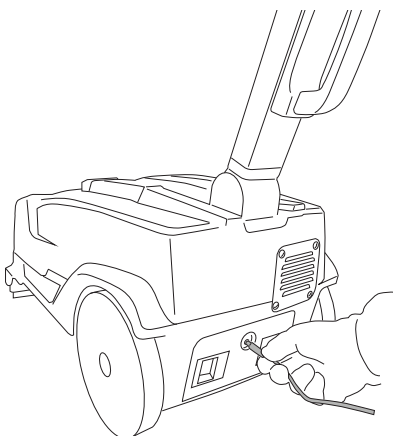

Fig.13
- Steek de stekker van de acculader in de aansluiting op de accu (Fig.13).